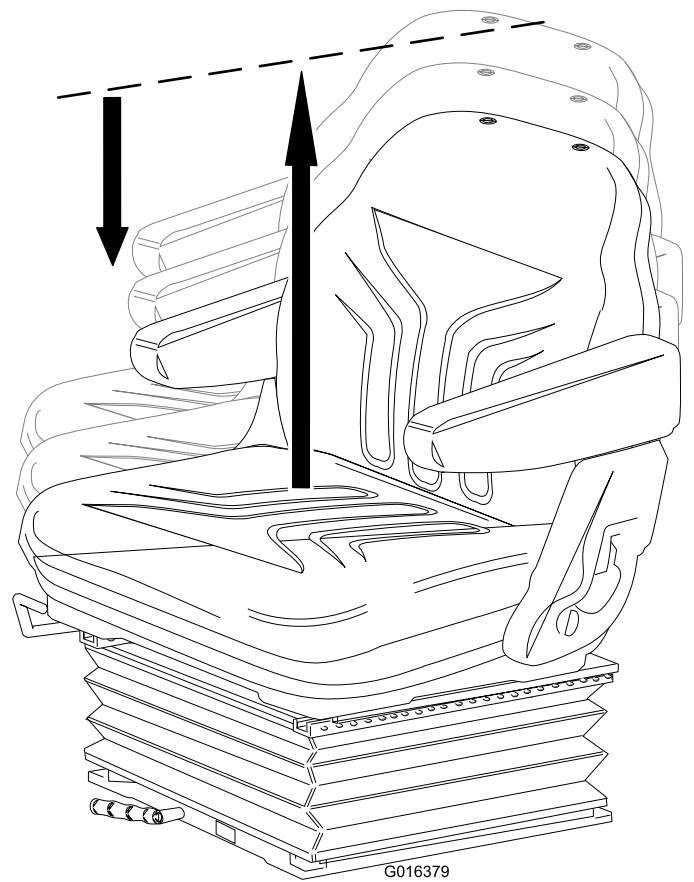

Figure 14
- **Réglage de la hauteur** : Levez manuellement le siège pour le régler progressivement en hauteur. Pour abaisser le siège, levez-le au-delà de son réglage le plus élevé, puis laissez-le retomber au réglage le plus bas (Figure 14).